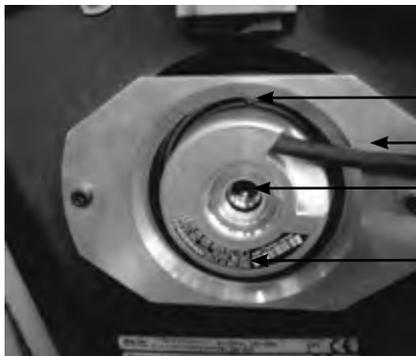

Fig. 7 :
Identifier le codeur grâce à la la référence indiquée sur l'étiquette du codeur (Fig. 7)
IMPORTANT : Sur le XAP2L ne pas démonter la pièce support codeur (repère 2 fig. 7) fixée sur le frein. Celle-ci est centrée en usine au 1/10e près à l'aide d'un outillage spécial.
- Dévisser (2 tours clé SW2) la vis de fixation du boîtier du codeur (repère 1 fig. 7) dans la pièce support.
- Serrer la petite vis Chc M2.5 (Repère 1 fig. 7) (clé tournevis dynamométrique SW2) du boîtier codeur au couple de 1.25 Nm 0/-0.2 Nm.